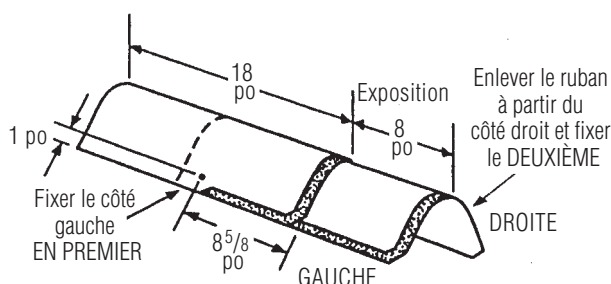

Figure 17-19 : Pose de bardeaux Shangle Ridge® sur les arêtes et les faîtes.
7. Clouer chaque bardeau pour faîtes et arêtes au moyen de deux clous (figure 17-19). Les clous doivent être longs de  $1\frac{3}{4}$  po (45 mm) ou plus, de façon à ce qu'ils pénètrent dans la dalle de  $\frac{3}{4}$  po (19 mm) ou qu'ils la traversent d'au moins  $\frac{1}{8}$  po (3 mm). Laisser 8 po (203 mm) du bardeau exposé le long de la ligne de faîte ou d'arête et recouvrir tous les clous.